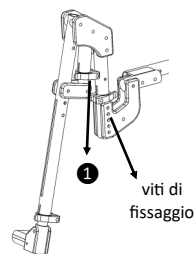

fig. 8.2: Regolazione angolo ginocchio verticale elevabile e telescopico
- **Versione verticale elevabile e telescopico (fig. 8.2 e 8.3)**
- aprire il collarino di serraggio numero ①;